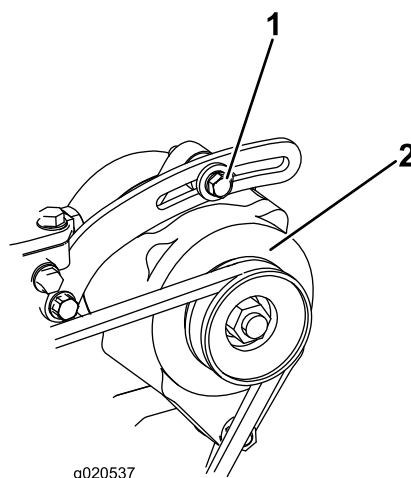

Figure 100
1. Si vous n'obtenez pas une flèche de 10 mm, desserrez les boulons de fixation de l'alternateur (Figure 100).